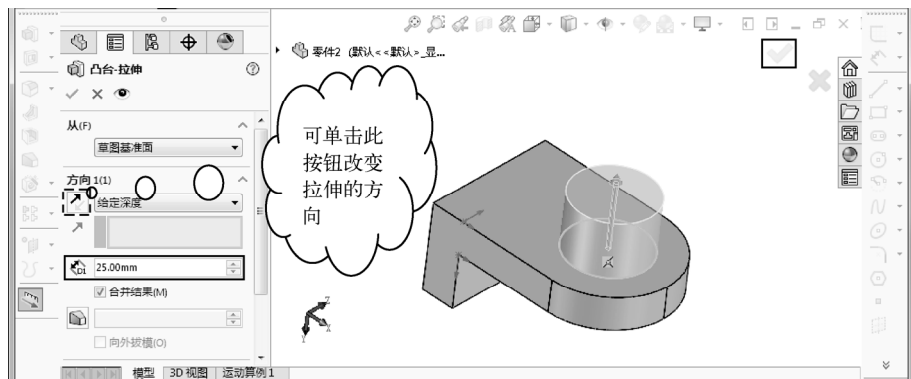

图 1-66 设置拉伸高度
STEP 7 按“步骤 4”的操作设置此时拉伸的高度为“25mm”, 如图 1-66 所示, 并单击“确定”按钮完成拉伸操作。